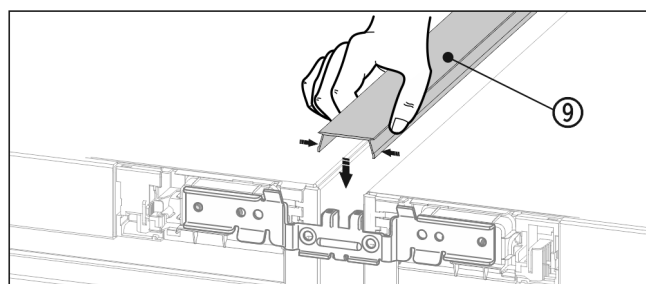

Fig. 26
- ▶ На верхней стороне вдавите в горизонтальную щель короткую декоративную планку Fig. 26 (9).